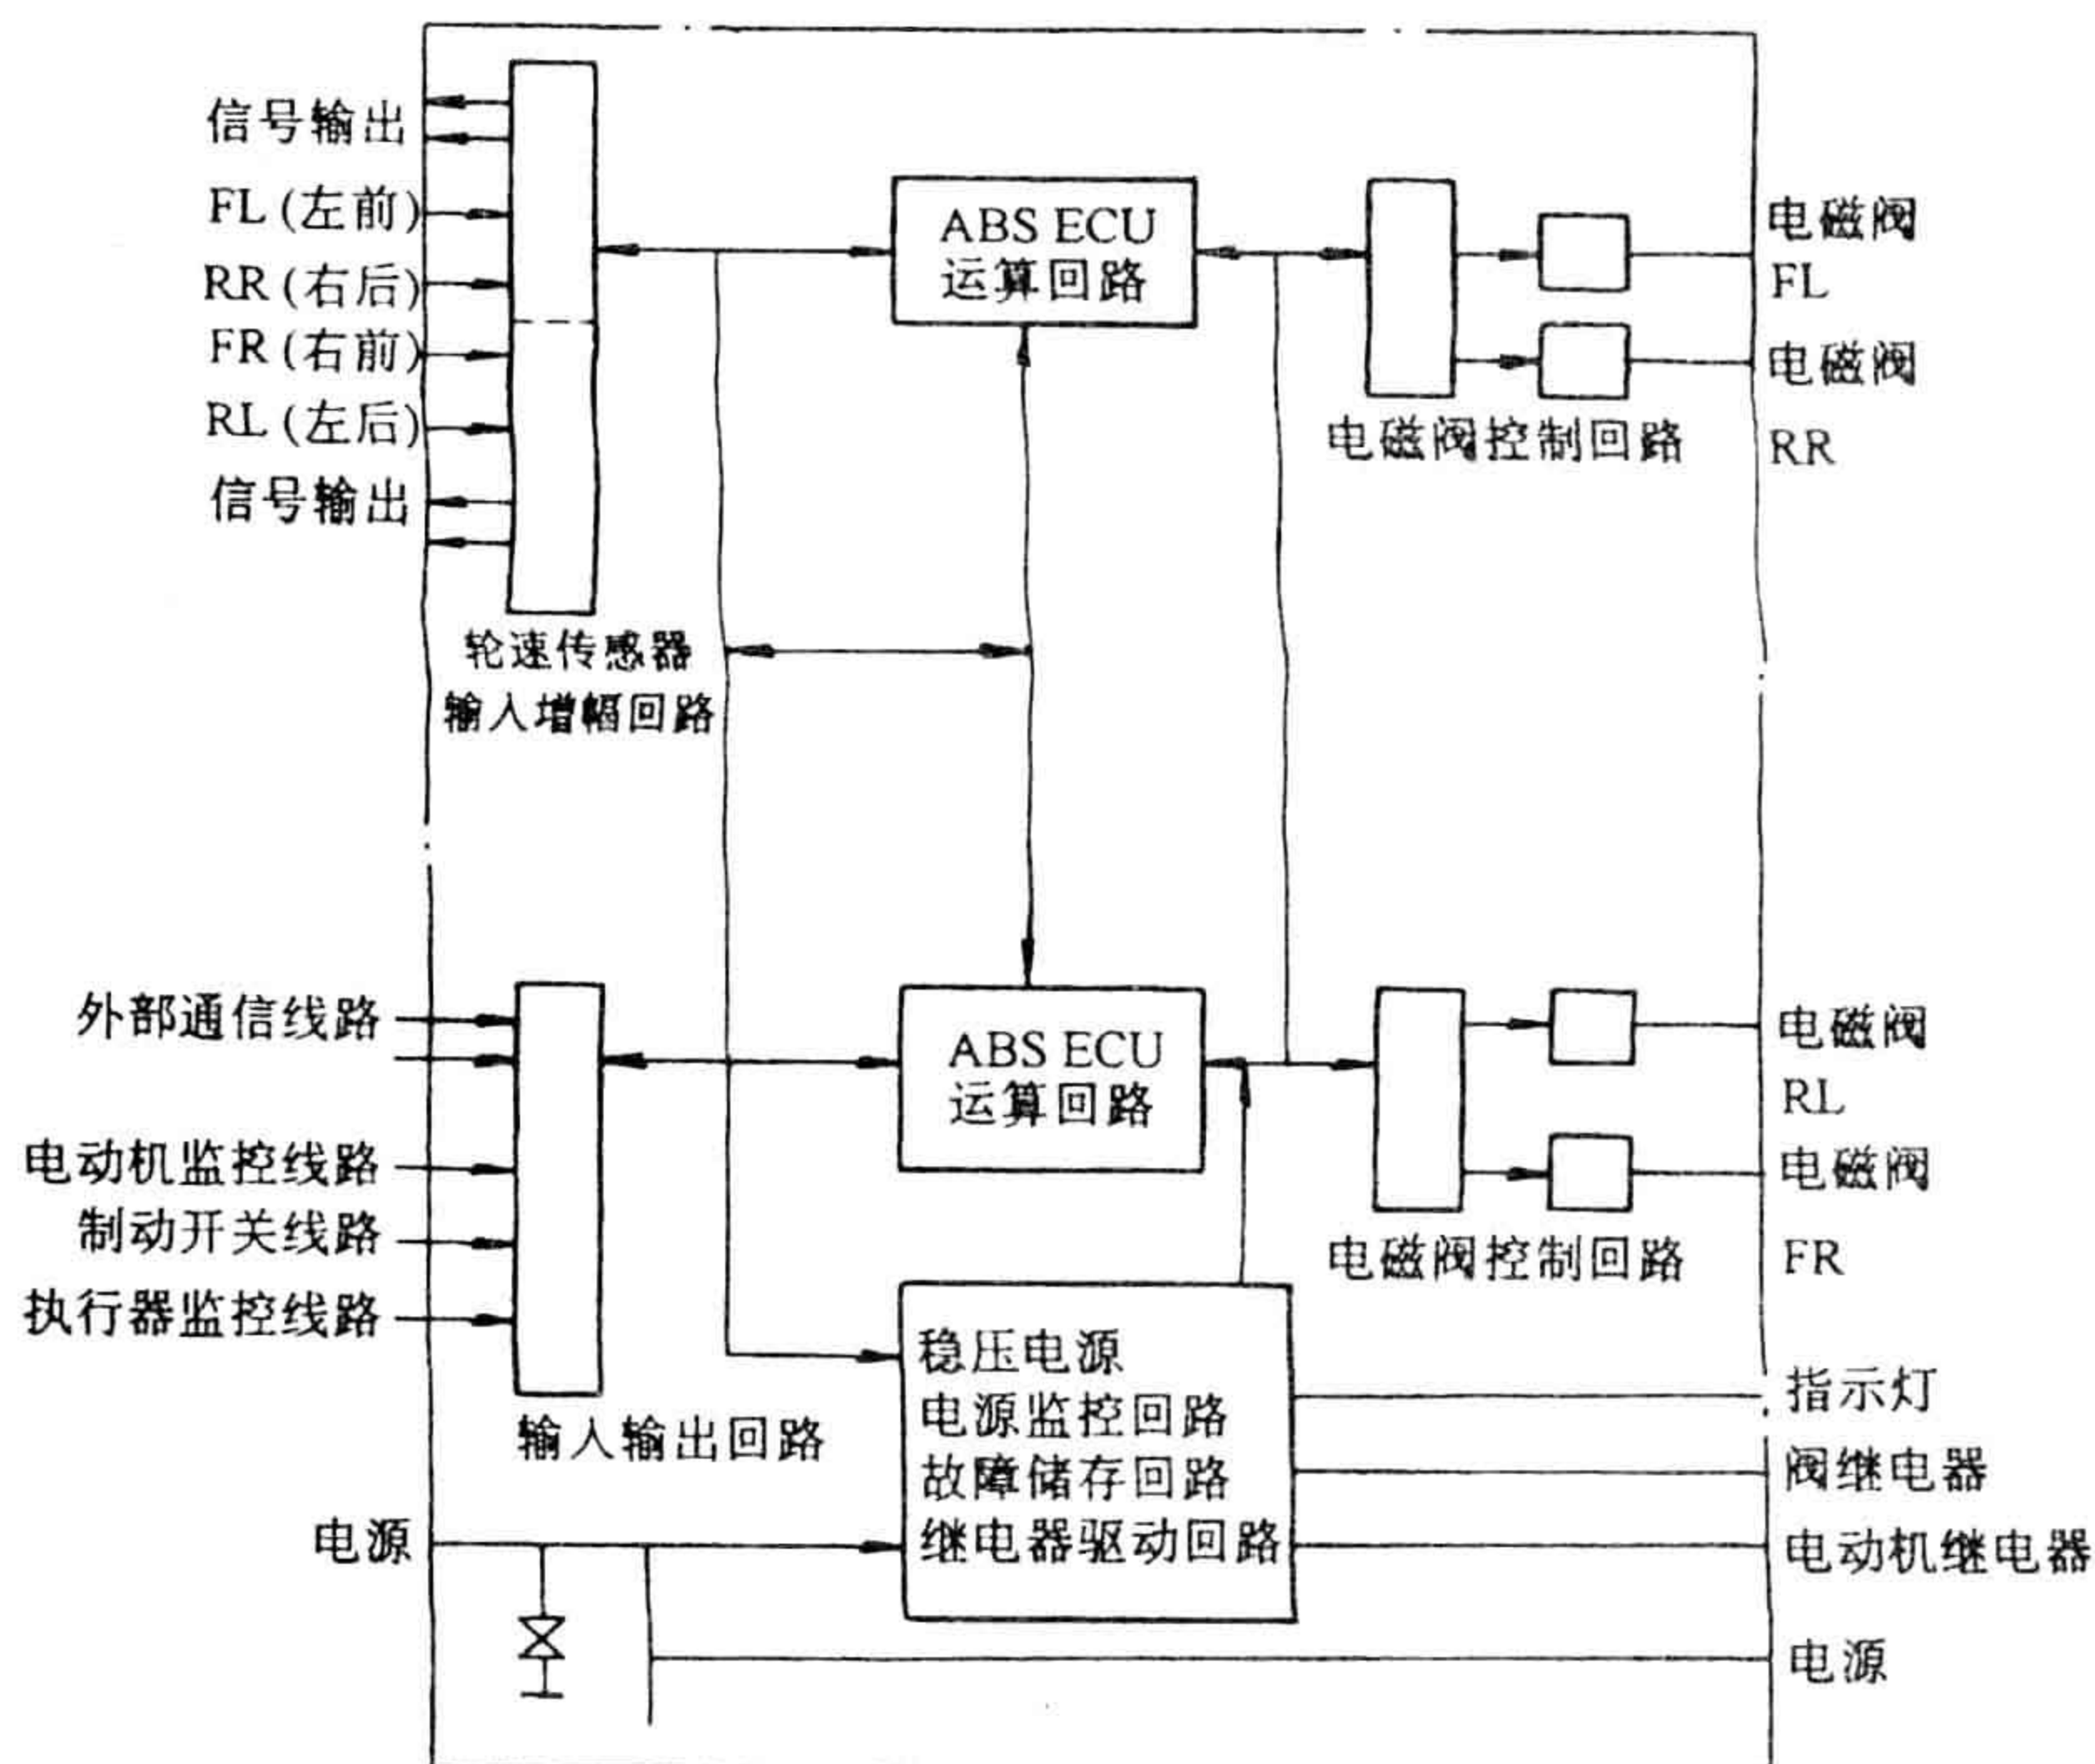

图 2-6-7 ABS ECU 原理框图
(2) ABS ECU ABS ECU 的功用是接受车轮速度传感器及其它传感器的输入的信号,进行测量、比较、分析、放大和判别处理,通过运算,获得制动车轮的滑移率、车轮的加减速速度。以判别车轮是否有抱死趋势,如有抱死趋势,再由其输出级发出控制指令,控制制动压力调节器去执行压力调节任务。图 2-6-7 所示为 ABS ECU 的原理框图,这是一种四传感器四通道的 ABS ECU。其运算电路由车轮传感器获取信号进行车轮线速度、初始速度、滑移率、加速度和减速度运算。调节器电磁阀控制参数的运算和监控运算。计算出的电磁阀控制参数输入到输出级(电磁阀控制回路)。输出级在接收电磁阀控制参数信号后,控制大功率三极管向电磁阀线圈提供控制电流。